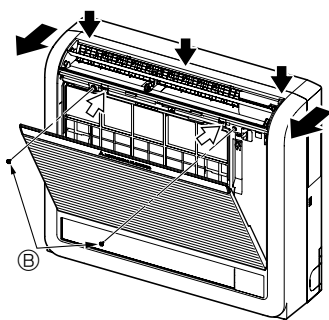
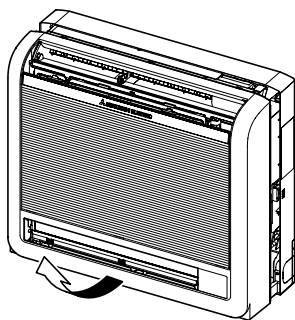

Fig. 3-3
Fig. 3-4
- ① Надавите в 2-х местах, указанных стрелками , и откройте переднюю решетку. (Fig. 3-3)
- ② Откройте переднюю решетку и открутите два винта.
- ③ Откройте горизонтальную лопатку верхнего отверстия для выпуска воздуха, надавите на верхнюю часть передней панели в трех местах и потяните за верхнюю часть решетки по направлению от внутреннего прибора.
- ④ Поднимите переднюю решетку, чтобы снять ее. (Fig. 3-4)